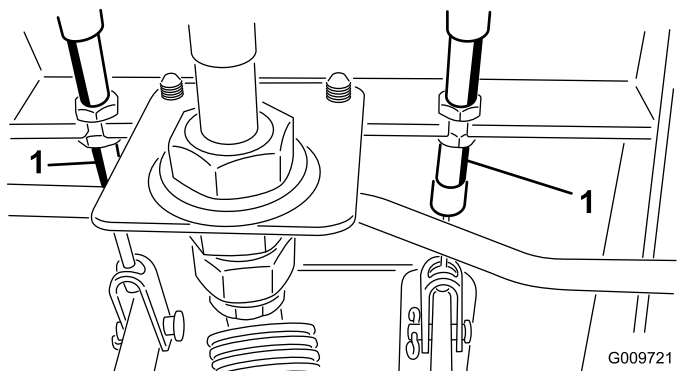

Figure 81
- A. Desserrez l'écrou avant sur l'extrémité fileté du câble de frein (Figure 81).